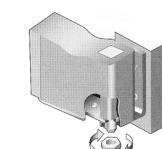

Fig.5.
- Verwijder de borgmoer uit de beugel van het onderste scharnier (afb. 5)